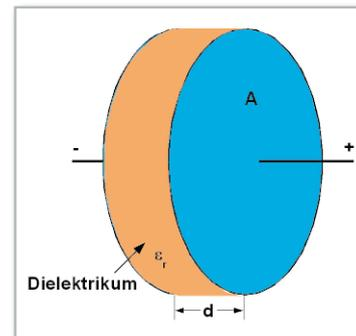

Bild 13: Prinzipdarstellung eines Kondensators
Schon seit dem Physikunterricht wissen wir, dass in einem Kondensator elektrische Energie gespeichert werden kann. Für das elektrostatische Speichervolumen spielt die Kapazität des Kondensators und damit die Fläche A der leitfähigen Kondensatorflächen, ihr Abstand d und die relative Dielektrizitätskonstante ϵ_r des isolierenden Materials zwischen den Kondensatorflächen eine Rolle. In Gleichung (3) und Abbildung 13 werden die Zusammenhänge verdeutlicht.